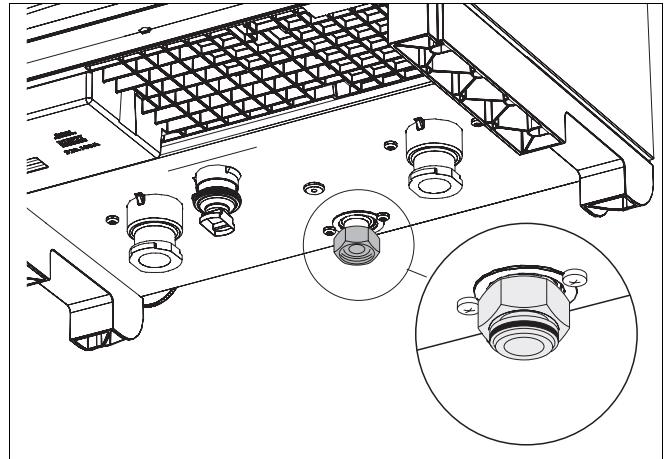

fig. 2 Rubberen afdichting
- Controleer of de fabrieksmatig voorge-monteerde vlakke rubberen afdichting in de gaszijdige aansluiting van het cv-toestel aanwezig is (zie fig. 2).